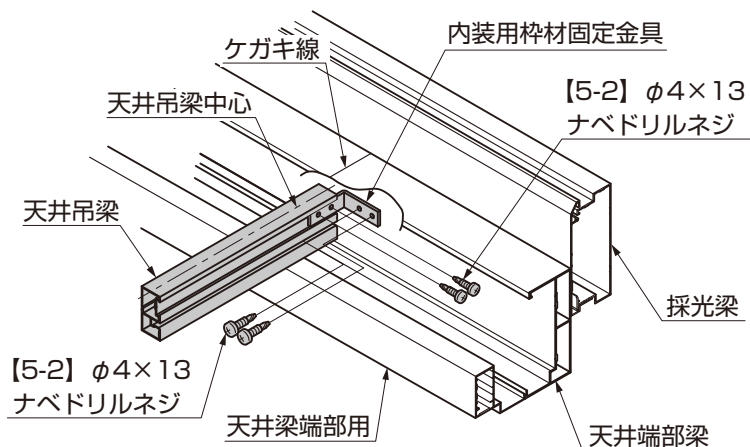
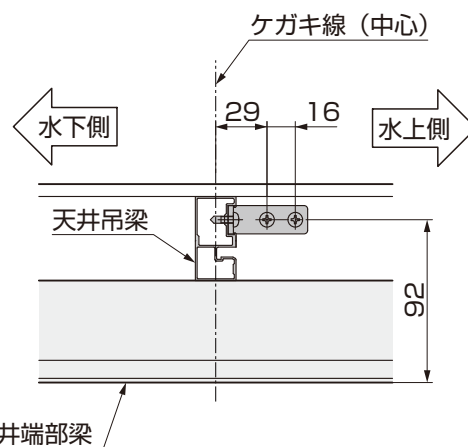
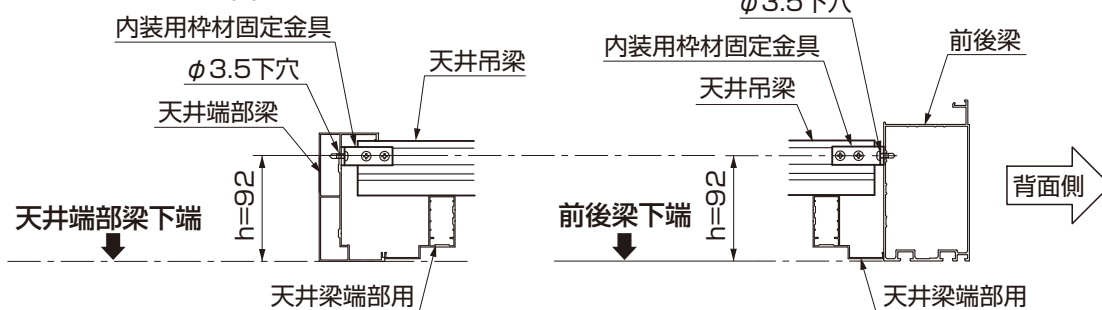
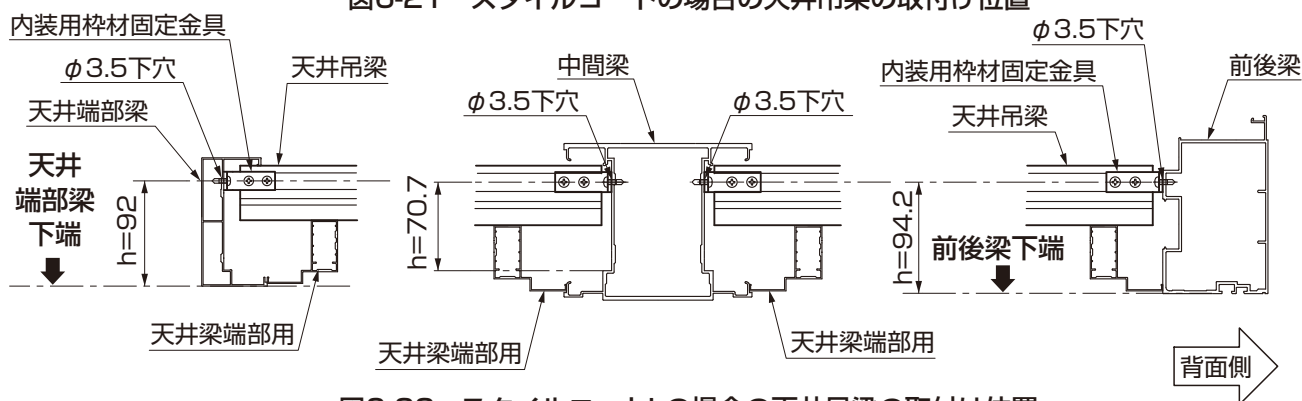

図6-19
図6-20
図6-21 スタイルコートの場合の天井吊梁の取付け位置
図6-22 スタイルコートLの場合の天井吊梁の取付け位置
- ② 天井吊梁を天井梁端部用上面に乗せ、ケガキ線(中心)に天井吊梁中心と合わせてください。(図6-19参照)
- ③ 天井吊梁から、内装用枠材固定金具を引っ張りだし、天井端部梁に突き当ててください。(図6-19参照)
- ④ 内装用枠材固定金具を【5-2】で天井端部梁または、前後梁、中間梁に取付けてください。(図6-19、図6-20参照)
- 背面(目隠側)は、内装用枠材固定金具を、前後梁に突き当ててください。(図6-21、図6-22参照)
- スタイルコートLは、内装用枠材固定金具を、天井梁端部用、中間梁または前後梁に突き当ててください。(図6-22参照)
- 前後梁、中間梁に内装用枠材固定金具を取付ける際は、中心にケガキ線を描いて、取付け位置にφ3.5の下穴をあけてください。(図6-19、図6-20、図6-21、図6-22参照)
- ⑤ 内装用枠材固定金具を【5-2】で天井吊梁に取付けてください。(図6-19参照)
- ① 天井吊梁にφ3.5の下穴をあけ、天井連結金具を【5-2】で取付けてください。
- ② 天井端部梁にφ3.5の下穴(写し穴)をあけ、天井連結金具を【5-2】で取付けてください。